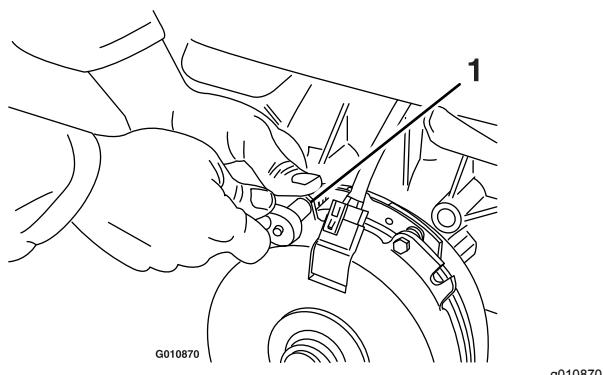

Bild 74
- Lösen Sie die beiden Befestigungsschrauben der Bremse um eine halbe bis ganze Umdrehung, wie in Bild 74 abgebildet.